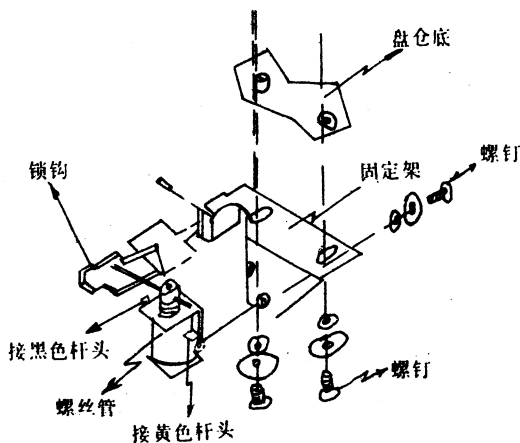
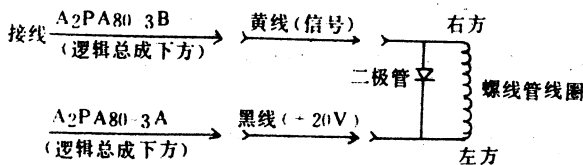

图 3-6 结构图
图 3-7 安装示意图
5. 参阅结构图 3-6 和安装示意图 3-7,做安装准备。
7. 参阅图 3-7,在逻辑总成下方仔细找出用于螺线管的两根线,将黄色信号线接在螺线管的右方,黑色+20V 线接在螺线管的左方。
9. 注意此时仓盖是不能打开的,加电后可观察到以下现象:①AC、DC 开关均在 OFF 位置,螺线管不吸合,盘仓盖被锁闭(打不开);②AC 置 ON 位置,DC 置 OFF,螺线管不吸合,盘仓盖仍被锁闭(打不开);③AC 置 ON,DC 置 ON,螺线管吸合,盘仓盖未被锁闭(可打开)。前两种情况起到了非工作状态下的保护作用。